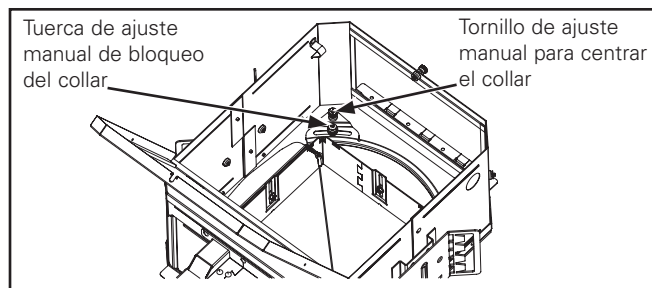
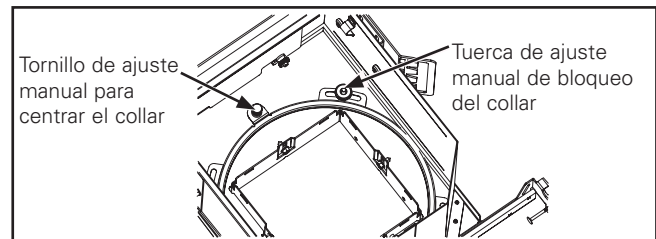

Figura 1.
Figura 2.
1. Si se requiere ajustar la alineación giratoria del collar, afloje la tuerca y el tornillo de ajuste manual para centrar el collar y la tuerca de ajuste manual de bloqueo del collar (Figura 1.). Para utilizar los alojamientos P406TAT/P408ICAT con la luminaria RA4X4, el tornillo de ajuste manual para centrar el collar y la tuerca de ajuste manual de bloqueo del collar tienen una ubicación diferente (Figura 2.). Gire el collar a la posición deseada y luego ajuste la tuerca de ajuste manual de bloqueo del collar. No ajuste la tuerca de ajuste manual para centrar el collar cuando ya se haya modificado la posición de ajuste de fábrica del disco de rotación.